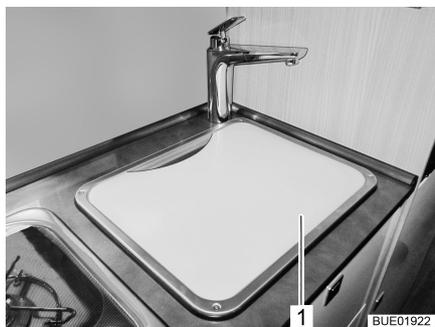

Fig. 2 Cubierta del fregadero
- ▶ En caso de un accidente o con un frenada de emergencia, la cubierta del fregadero (Fig. 2,1) podrá herir a los ocupantes del vehículo. Antes de comenzar el viaje, retirar la cubierta del fregadero y guardarla seguramente en el bloque de cocina o en el armario ropero.